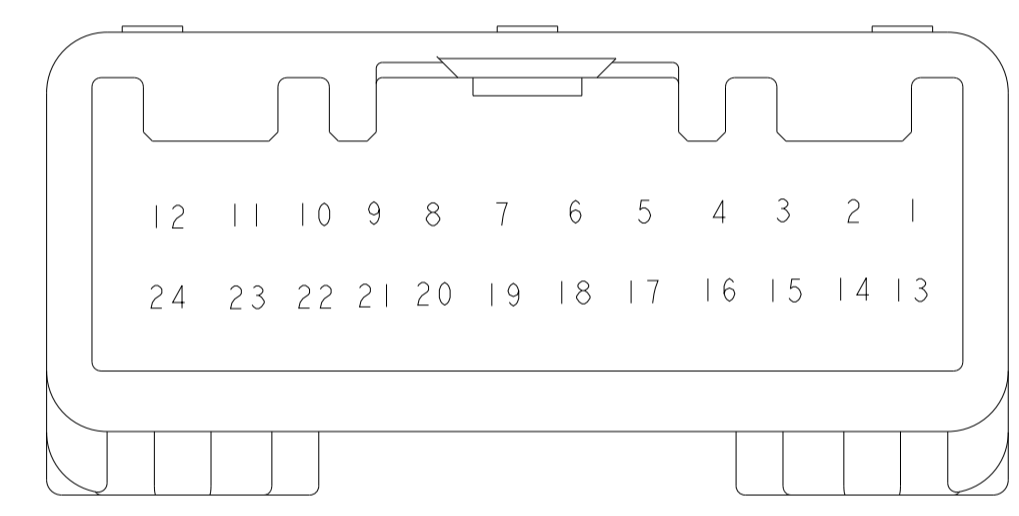

FIG.1 回路番号
- CIRCUIT NUMBER : SEE FIG.1
- 回路番号 : FIG.1 参照